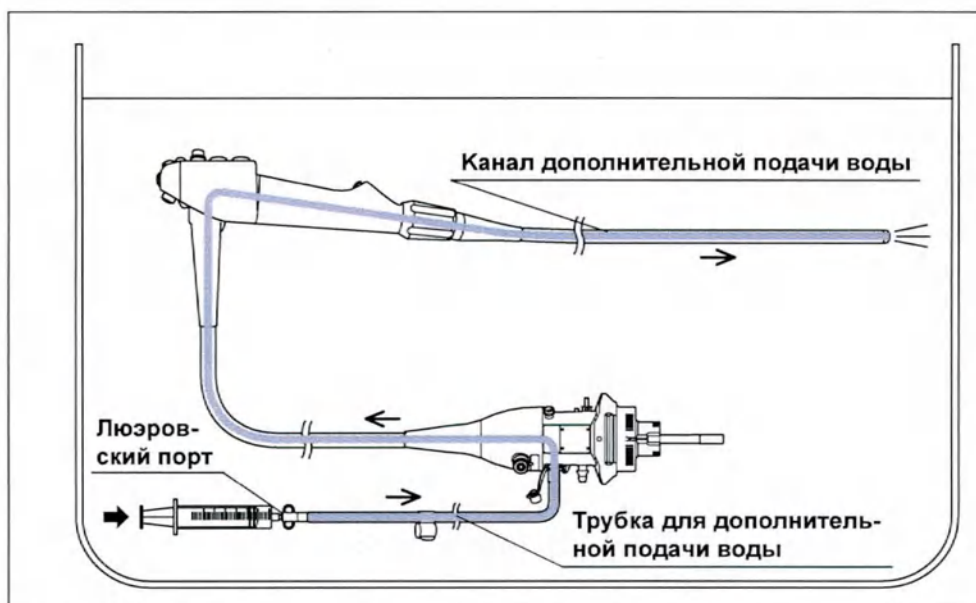

Рис. 5.45
- 8** Заполните воздухом и присоедините к люэровскому порту трубки для дополнительной подачи воды шприц, продуйте канал дополнительной подачи воды, используя 30 мл воздуха. (см. рис. 5.45)
- 12** Полностью погрузив шприц в воду для промывания, медленно наполните его водой для промывания, подсоедините шприц к люэровскому порту трубки для дополнительной подачи воды (MAJ-855) и промойте канал дополнительной подачи воды 30 мл воды для промывания. (см. рис. 5.45)